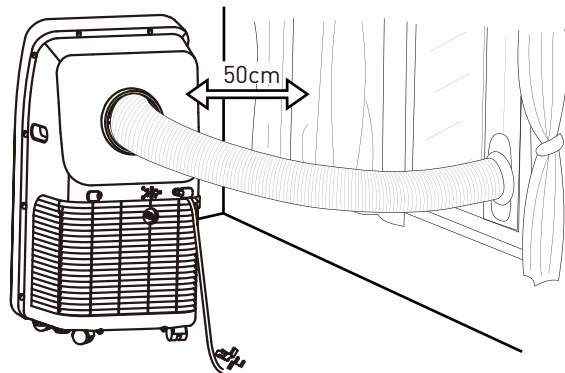

Abb. 4
- 1.) Stellen Sie das Gerät auf einen ebenen und trockenen Untergrund und halten Sie einen Mindestabstand von 50 cm zu Gegenständen in der Umgebung. (wie in Abb. 4 gezeigt)